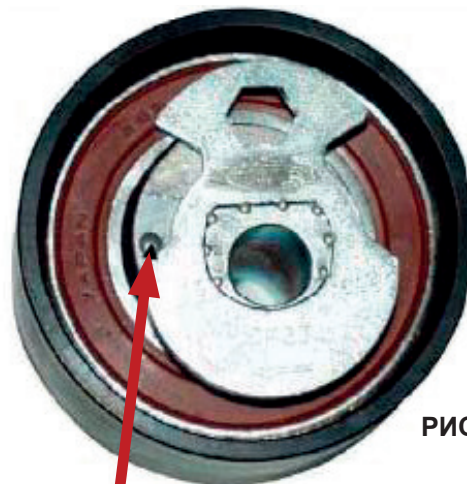

РИС. 2
7. Поворачивайте натяжитель по часовой стрелке (с помощью шестигранного ключа), пока контрольная метка не окажется чуть выше нижней кромки фигурной детали (рис. 2).
11. Прокрутите двигатель 2 раза **по часовой стрелке**, убедитесь, что метка натяжителя по-прежнему расположена немного выше кромки фигурной детали (рис. 2). Если это не так, выполните эту процедуру еще раз с самого начала.